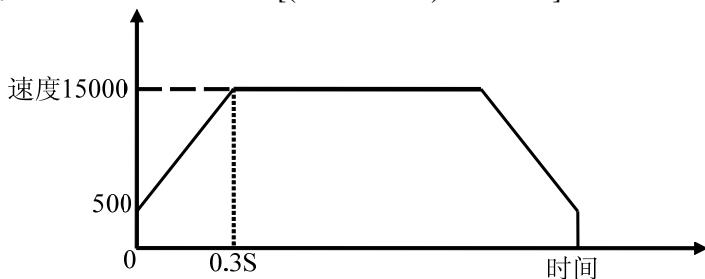

图 2.2.3 定长脉冲驱动模式
- 如图 2.2.3, 从实际初始速度 500 PPS 加速至 15 000 PPS, 时间为 0.3 S (秒)